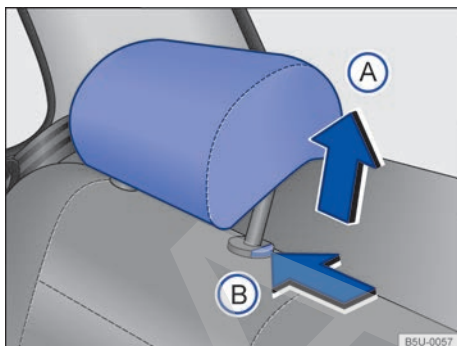

Fig. 39 Ajuste el apoyacabezas trasero.
- Empuje el apoyacabezas hacia arriba en el sentido de la flecha \Rightarrow fig. 39 **A** o con la tecla \Rightarrow fig. 39 **B** pulsada, empuje hacia abajo \Rightarrow .